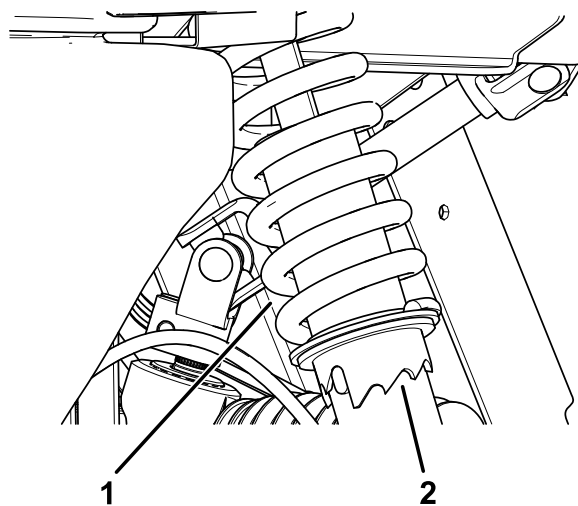

图 46
1. 使用 6010 号 Toro 工具旋转减震器上锁止环改变弹簧预加载 图 46。